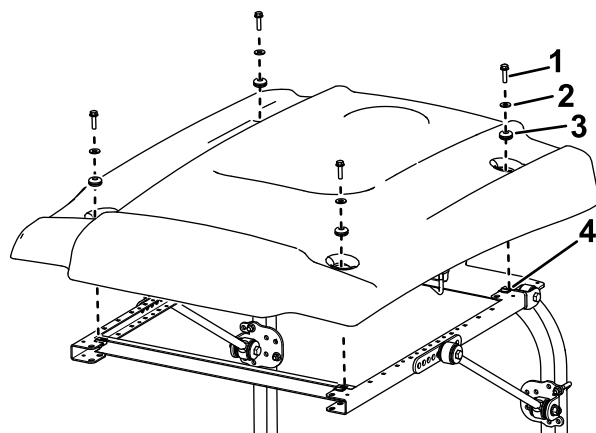

Figure 35
15. Lors de l'alignement des trous de fixation, positionnez le pare-soleil sur le cadre comme montré à la Figure 35.
16. Fixez légèrement chaque coin du pare-soleil au cadre avec un boulon à embase ($\frac{5}{16}$ " x 1"), une petite rondelle et une bague (Figure 35).